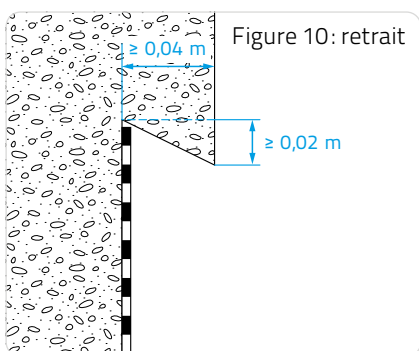

Figure 10: retrait
□ Dispositif en tête des relevés (cf. DTU 20.12) (Figures 10, 11, 12, 13 et 14).